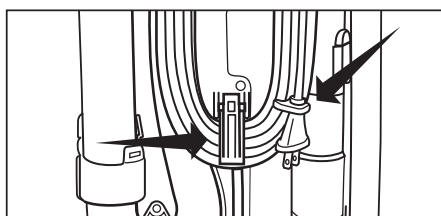

Fig. 4
- Pour ranger l'aspirateur, tournez le crochet de cordon supérieur à dégageage rapide en position verticale et enroulez le cordon d'alimentation autour du crochet de rangement du cordon supérieur (Fig. 3) et du crochet de cordon inférieur activé par ressort (Fig. 4).